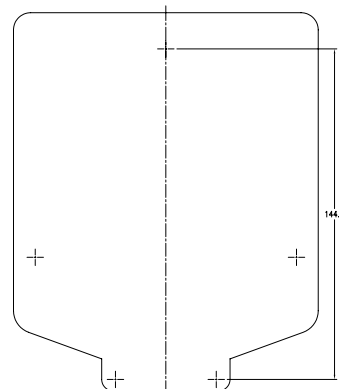

Figura 1: Utilizzate lo schema di montaggio (incluso)
- Utilizzare lo schema di montaggio (incluso) per marcare sulla parete la posizione delle viti di fissaggio. Vedi figura 1